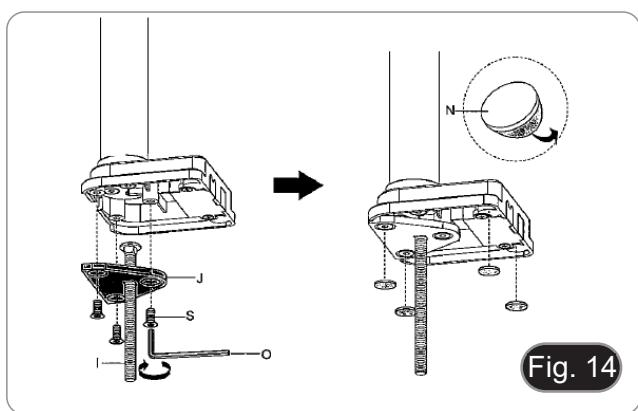

Fig. 14
3. Setzen Sie die Schraube (I) in die Befestigungsplatte (J) ein.
4. Ziehen Sie die Befestigungsplatte mit den drei Schrauben (S) fest. (Fig. 14)
5. Kleben Sie die Gummidämpfer (N) auf die Tischklemme.